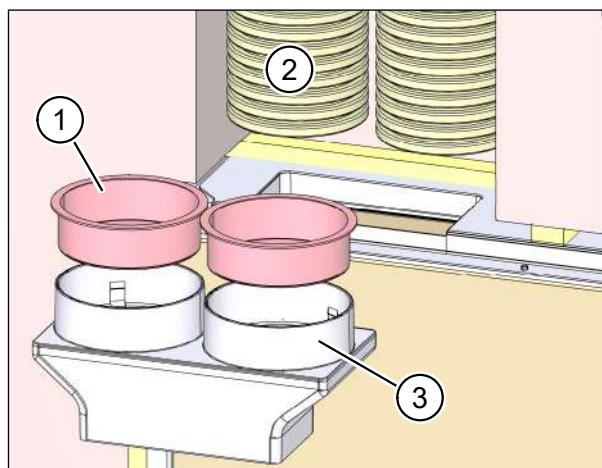

Fig. 28: Taglio dei tubi flessibili
- Rimuovere i coperchi protettivi rossi (pos. 1 nella Fig. 28) dall'allacciamento per tubo flessibile (pos. 3 nella Fig. 28).
- Accorciare i tubi flessibili (pos. 2 nella Fig. 28) fino a potere infilare l'allacciamento per tubo flessibile (pos. 3 nella Fig. 28) con i tubi flessibili inseriti nell'apertura della cassetta a muro.